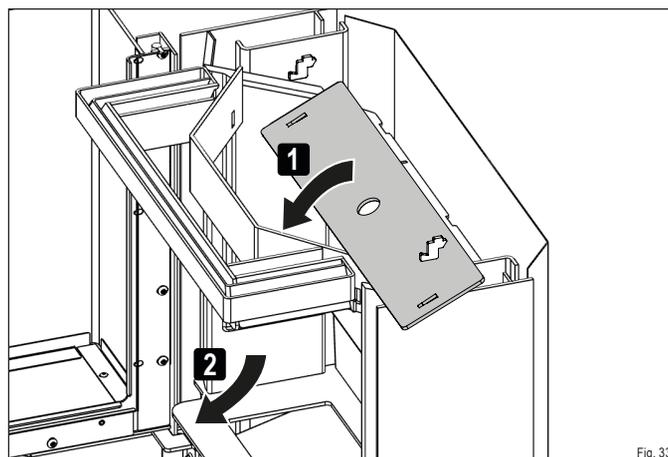

Fig. 33
- ▶ Pivotez le déflecteur acier inférieur et enlevez-le du foyer (Fig. 33).